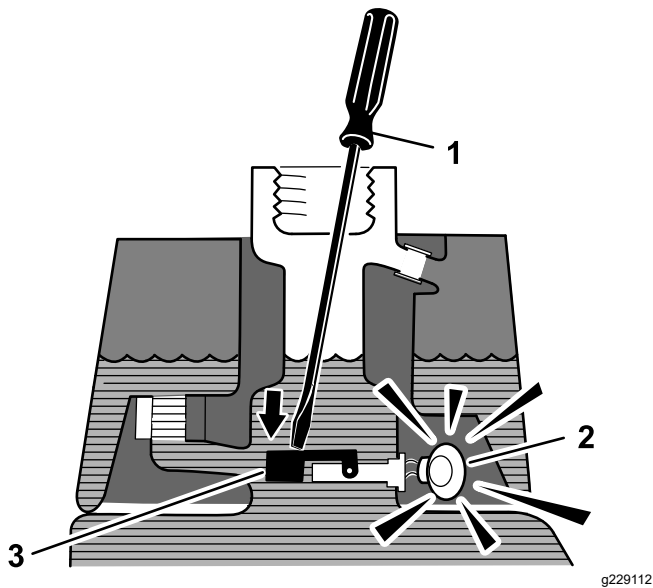

图 51
3. 将干净的支杆或螺丝刀插入油箱颈然后轻轻地向下推至浮动开关上图 51 经过 1 秒钟的延迟后警报应响起。